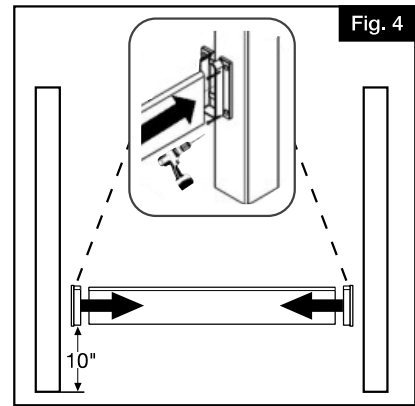

Fig. 4
- Glisser les supports sur la traverse inférieure et placer la traverse entre les poteaux (Fig. 4).
- Décaler les supports 10 po (254 mm) au-dessus du niveau du sol et centrer la traverse inférieure sur les poteaux (Fig. 4).
- Deslizar los soportes en el travesaño inferior y levantar en su lugar entre los postes (Fig. 4).
- Colocar los soportes inferiores a 10" (25.40 cm) por encima del nivel de acabado y centrar el travesaño inferior en los postes (Fig. 4).